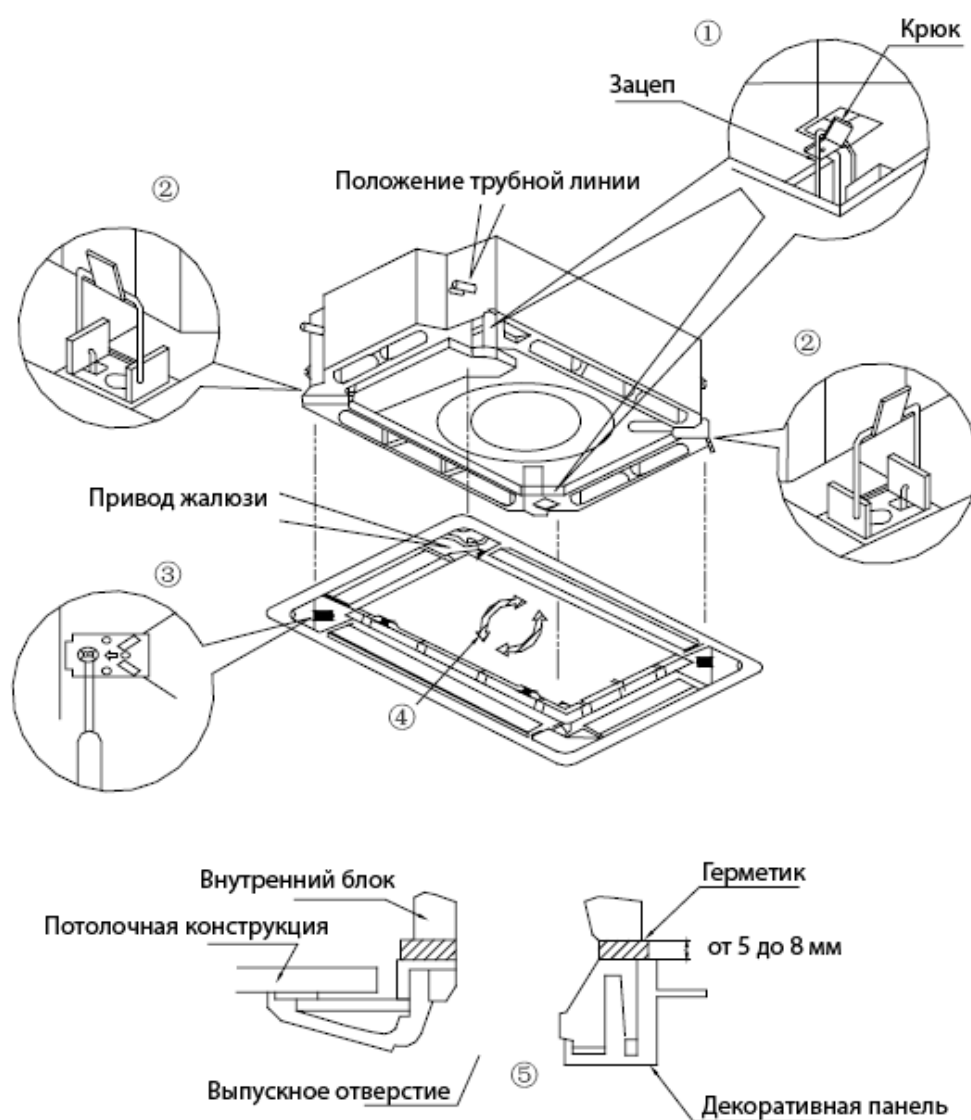

Рис. 11
Необходимо установить панель на внутреннем блоке, совмещая положение привода жалюзи на панели с расположением трубной линии на внутреннем блоке (см. рис. 11).
- Отрегулировать положение панели, развернув ее в направлении, указанном стрелкой (см. рис. 11), чтобы панель плотно прилегала.